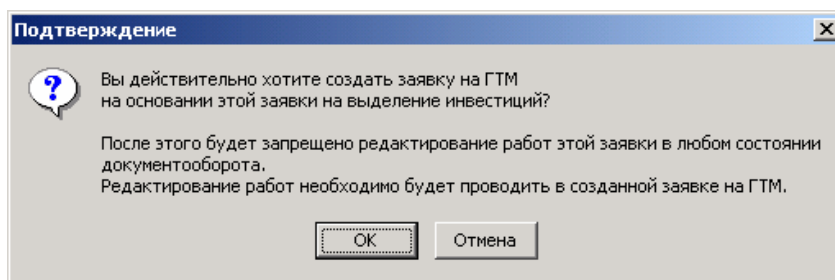

Рисунок 1.77.
- выделите заявку и нажмите кнопку  на функциональной панели Журнала заявок. Появится окно подтверждения (рис. 1.77.):